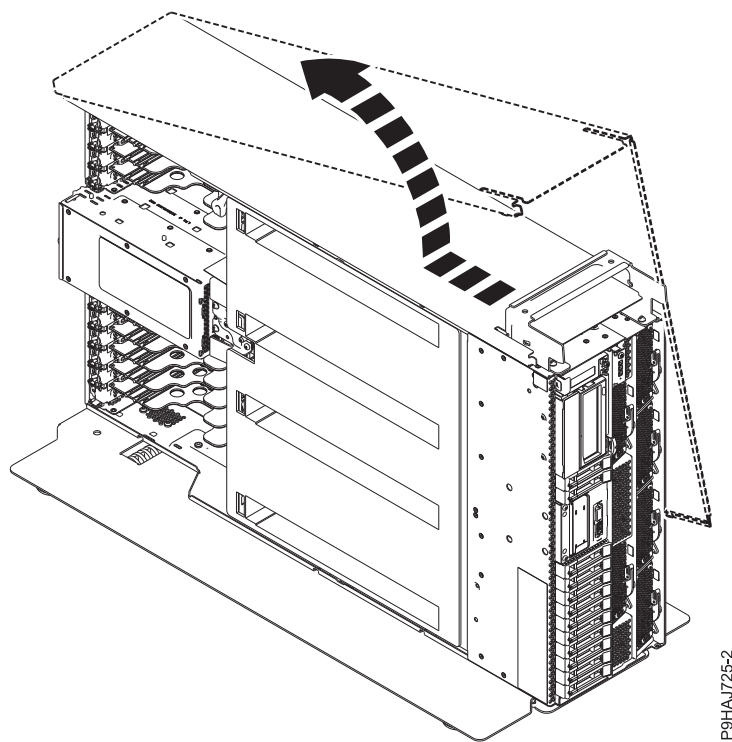

Figure 21. Retrait du capot latéral
6. Séparez le capot latéral du système en le faisant coulisser dans la direction indiquée dans la figure 21.